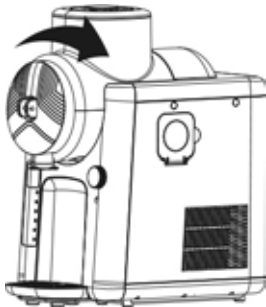

Abb. 3
10. Schieben Sie nun den Mischbehälter auf den Mischer und verriegeln Sie den Behälter, indem Sie ihn im Uhrzeigersinn festschrauben (Abb. 3).